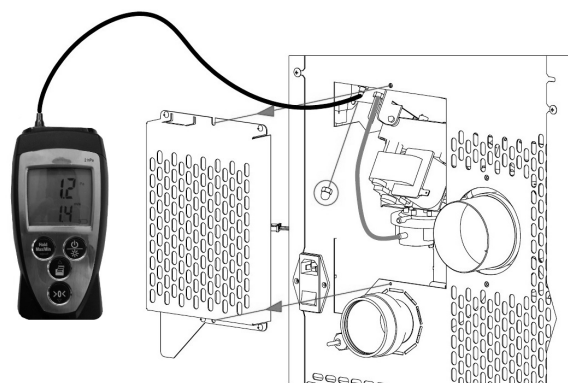

Fig. 76 - Podłączenie presostatu cyfrowego
- Podłączyć za pomocą rurki presostat cyfrowy, celem rozpoznania zmniejszenia ciśnienia (patrz **Fig. 76**).